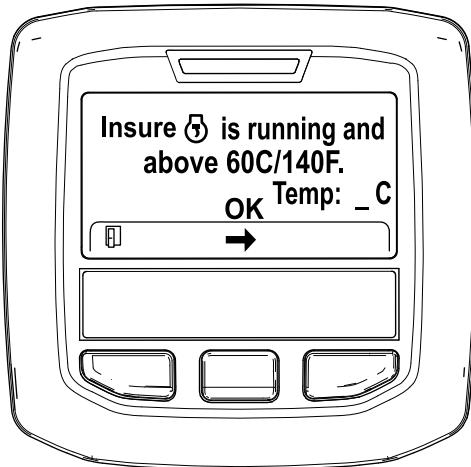

Figura 45
- Se a temperatura do líquido de refrigeração for inferior a 60°C, surge a mensagem “Insure is running and above 60°C/140°F” (Confirme que está a trabalhar e acima de 60°C/140°F) (Figura 45).